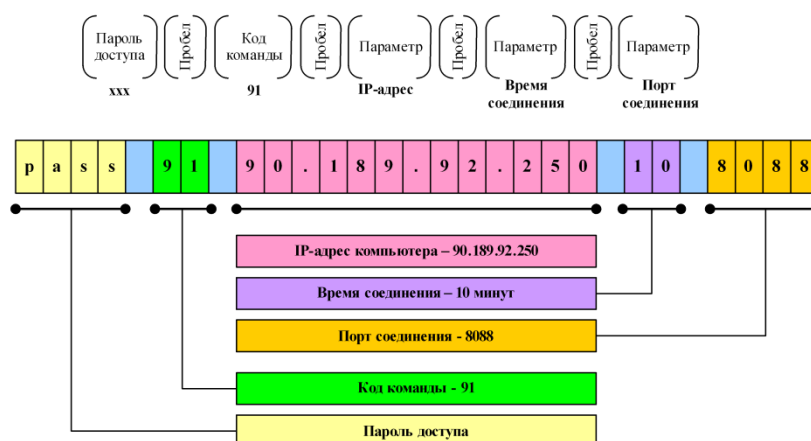

Рис. 5.15. Формат SMS-команды для установки GPRS-соединения с контроллером
2. Отправьте контроллеру SMS-команду в формате, представленном на рис. 5.15. Пароль доступа не требуется, если используется авторизация по номеру телефона. В качестве IP-адреса необходимо указать IP-адрес компьютера, на котором установлена программа *Конфигуратор Приват 1.1*. Указываемый TCP/IP-порт должен быть открыт для подключения (не заблокирован межсетевым экраном, антивирусным ПО и т. д.).